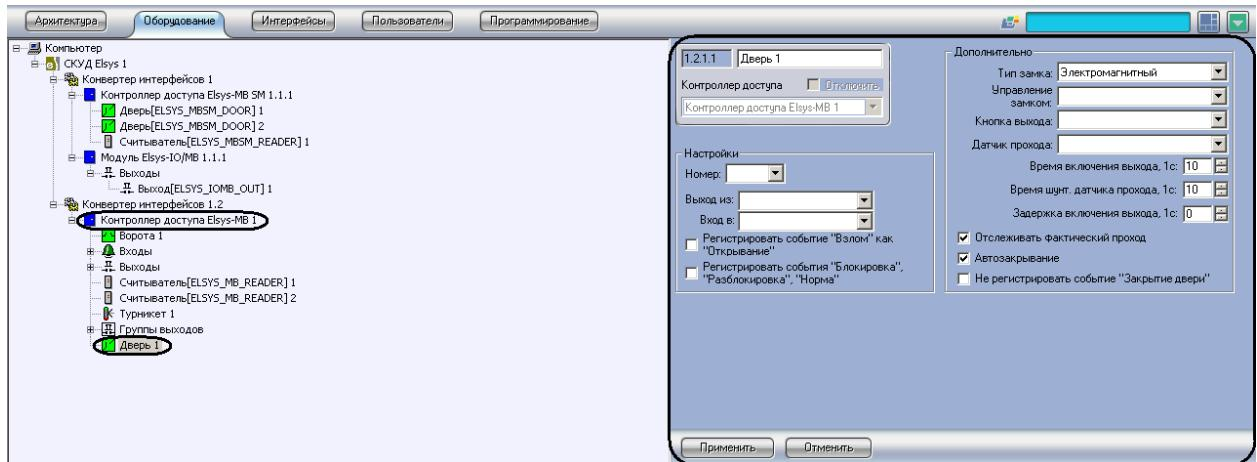

Рис. 3.4-19 Создание объекта Дверь
1. Создать на базе объекта Контроллер доступа Elsys-MB объект Дверь (Рис. 3.4-19).